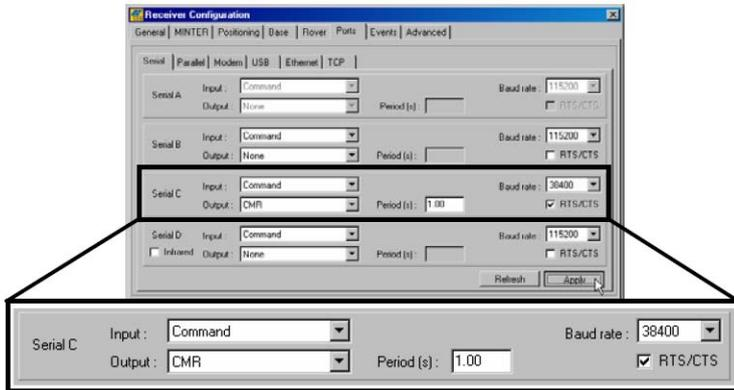

Figura 3-6. Configuración del equipo base para levantamientos RTK. Puertos
- Para levantamientos RTK, haga clic en la pestaña Ports y ajuste los siguientes parámetros del puerto serie (Tabla 3-2); a continuación haga clic en **Apply** (Figura 3-6 en la página 3-7).